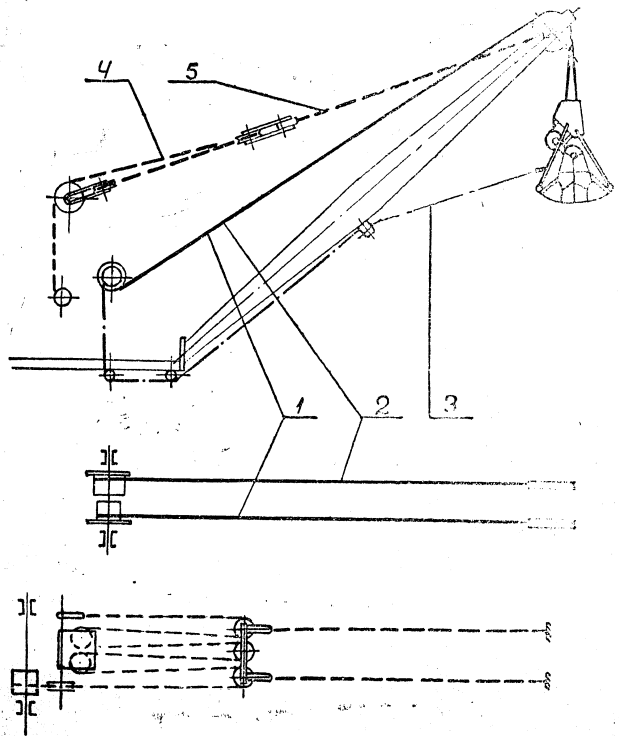

Рис. 11. Запасовка канатов при работе грейфером:
5. Произвести подвешивание ковша грейфера и запасовку канатов согласно схеме, показанной на рис. 11.
Замыкающий канат 1 (рис. 11) одним концом крепится при помощи коуша и зажимов на головке грейфера, проходит через блоки грейфера, правый головной блок стрелы и на